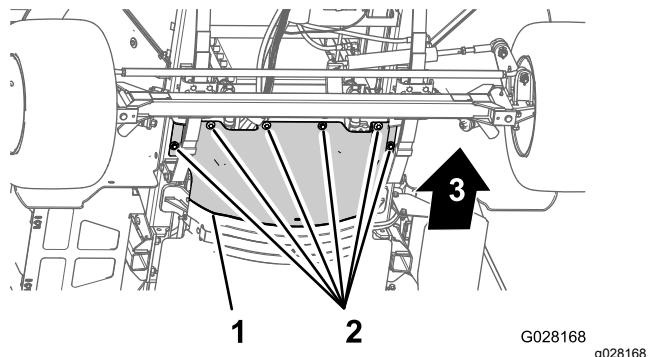

图 57
3. 卸下将前隔热罩固定至底盘的 6 个六角头螺栓和 6 个垫圈然后取下隔热罩 图 57。